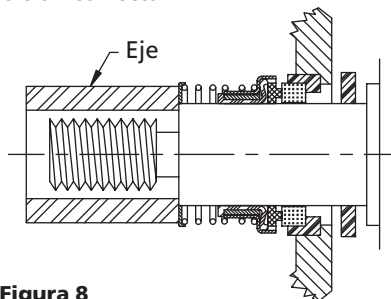

Figura 8
**Miembro de rotación** - Coloque la manga del eje (Ref. N ° 15) en el eje, y engrase la manga del eje con aceite ligero. Asegúrese de limpiar todo el aceite, si se utiliza, del eje antes de instalar la parte giratoria del sello mecánico. Si el aceite entra en contacto con las caras del sello, el sello mecánico dará fallos. Un lubricante más seguro sería una solución de jabón hecha con agua y jabón líquido para lavar platos. Deslice el miembro rotatorio (Ref. N ° 7b) en la manga del eje (el extremo de la arandela primero) y el asiento firmemente. Una eje, como se muestra en la Figura 8, que facilitará la operación y evitar que la goma de conducción del anillo de tirar fuera de lugar como el miembro de rotación se desliza a lo largo del eje. El montaje del impulsor (Ref. N ° 10) pone al sello automáticamente (Ref. N ° 11) en la posición correcta.